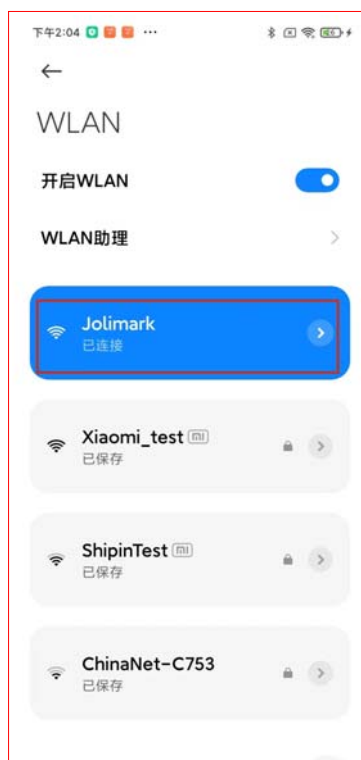

图 4
2.3 在“WLAN”界面右上方将“WLAN”功能开启，并选择与打印机已连接的 Wi-Fi，如图 4 所示。